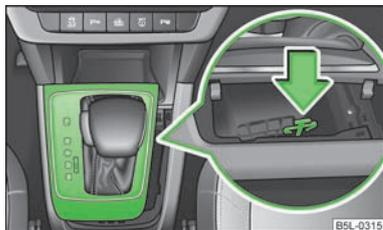

Fig. 108
- Poussez la pièce en plastique jaune d'un doigt dans le sens de la flèche » fig. 108.